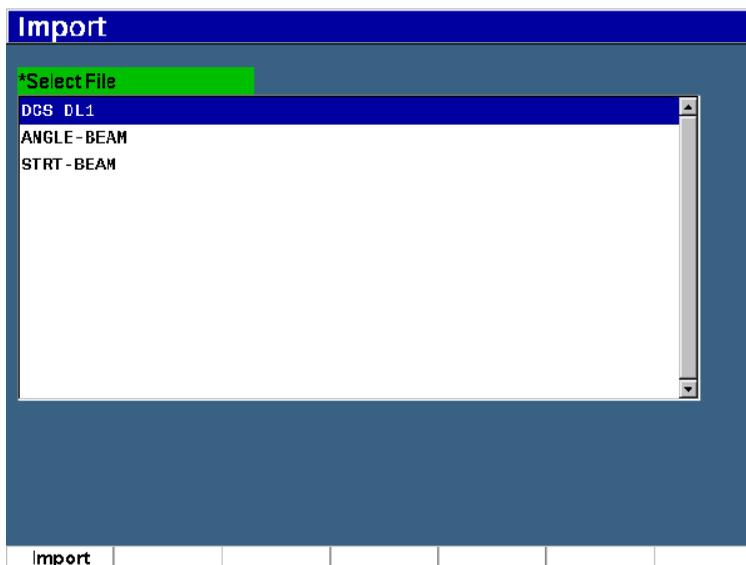

Рис. 10-21 Страница Import (memo)
1. Нажмите **Import Мемо** (клавиша P7) для отображения страницы **Import** (см. Рис. 10-21 на стр 227).